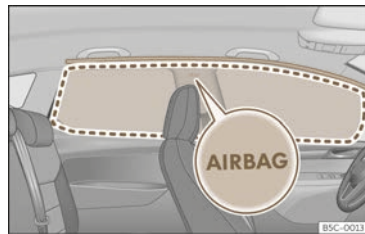

Abb. 34 Einbauort der Kopfairbags
Die Kopfairbags befinden sich zu beiden Seiten im Innenraum oberhalb der Türen >>> (Abb. 34) und ihre Einbauorte sind mit dem Schriftzug „AIRBAG“ gekennzeichnet.
Der eingerahmte Bereich wird vom auslösenden Kopfairbag erfasst (Entfaltungsbereich) >>> (Abb. 34). Deshalb dürfen in diesen Bereich niemals Gegenstände abgelegt oder befestigt werden >>> ⚠.
- Stellen Sie sicher, dass Kinder richtig in ihren Sitzen sitzen und ihren Kopf nicht in den Entfaltungsbereich der Kopfairbags halten >>> (Abb. 34), da sie beim Auslösen der Airbags von diesen getroffen werden und schwere Verletzungen erleiden könnten.